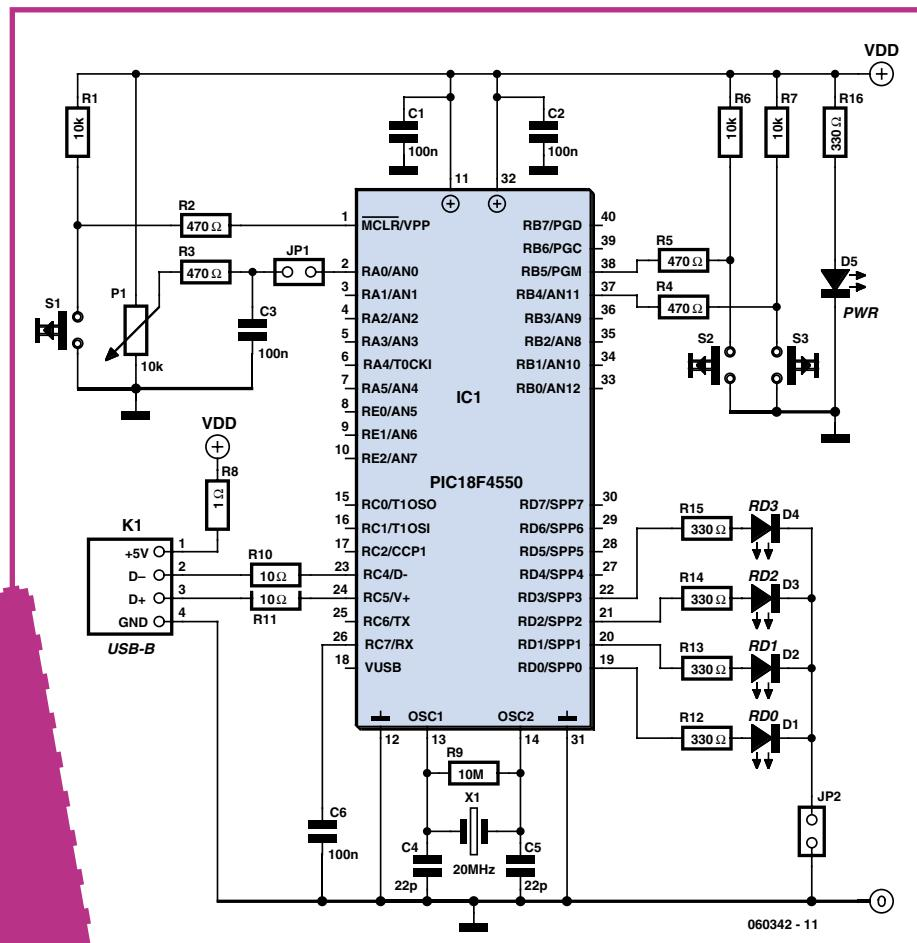

Figure 1. Le schéma de la carte démo USB.
Ce second petit problème de communication s'est vu résolu, lui aussi, à l'aide du bus I2C ô combien pratique, bus auquel il est facile d'accéder en BASCOM-BASIC. Un circuit intégré d'interfaçage I2C, un PCF8574P, se charge de la saisie d'un octet de commande et de son application aux broches 33 à 40 de l'ATmega (Cf. figure 1). Pour cela, logiciellement, ce composant est configuré en entrée (« Input »). Si l'on préfère une approche matérielle plus simple, on pourra se passer de ces circuits d'exten-
**Figure 4.** La commande du LCD se fait par le biais du bus I2C. On retrouve ailleurs un second exemplaire du circuit d'interfaçage PCF8574P (Cf. figure 1).
Au centre du circuit de la **figure 1**, on trouve un microcontrôleur PIC18F4550 de Microchip. Il jouit de la connectivité USB... si vous savez comment vous en servir ! Le processeur est scandé à 20 MHz par le quartz X1. Les interrupteurs (sauf S1), les LED (sauf D5) et le potentiomètre connectés au PIC micro seront vos appareils d'E/S (entrée/sortie) de base.